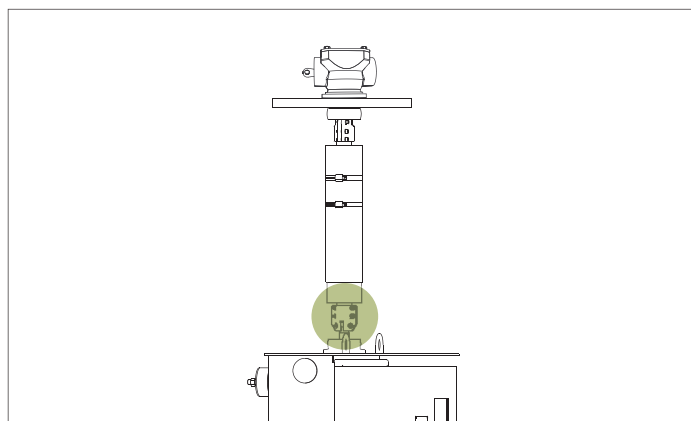

Рис. 53. Присоединение вала квадратного сечения к моторному приводному механизму
8. Подсоедините нижний конец вала квадратного сечения к установленным полумуфтам к валу моторного приводного механизма. См. рис. 53.